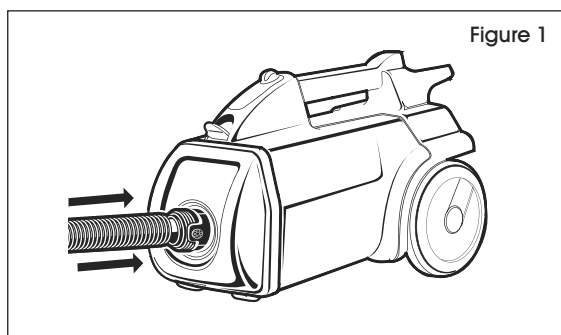

Figure 1
1. Enclenchez le boyau dans l'entrée du couvercle de sac du réservoir. Vous pouvez retirer le boyau en enfonçant les deux boutons de dégagement. (Voir Figure 1)